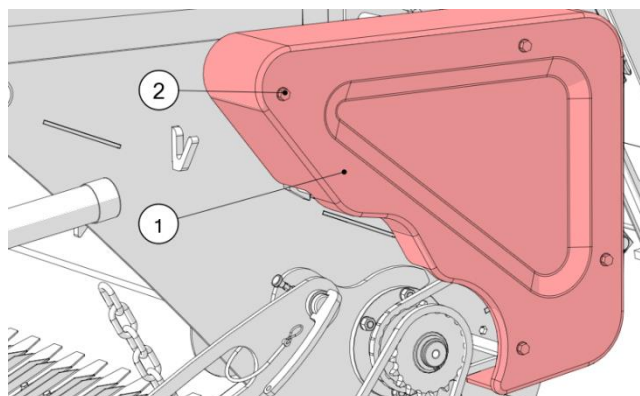

Figura 53. Cubierta del rotor izquierdo
- Según la figura 53, retire la cubierta izquierda del rotor (1) aflojando los tornillos (2).
- Retire la cubierta (1) aflojando los tornillos (2) como se muestra en la figura 53;